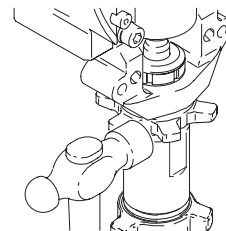

Fig. 11
6. Fig. 11. Skruva upp låsmuttern (56) på pumpen tills den stoppar. Dra åt låsmuttern med handkraft och knacka sedan med en (maximalt) halvkilos hammare 1/8 till 1/4 varv till moment cirka 102 N·m.